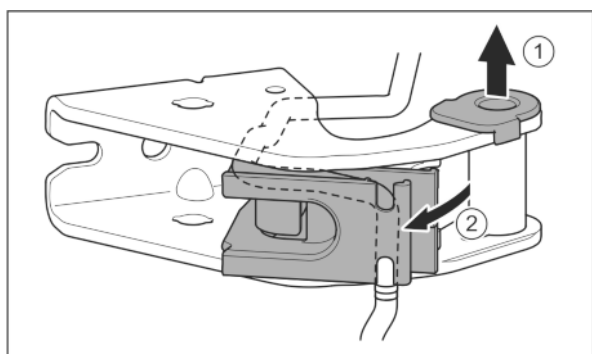

Fig. 29
- ▶ Estrarre la boccola del supporto dalla guida. Fig. 29 (1)
- ▶ Ruotare verso l'esterno il supporto cavi. Fig. 29 (2)